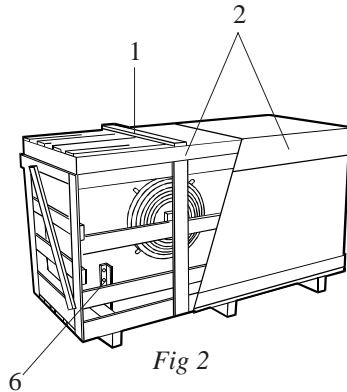
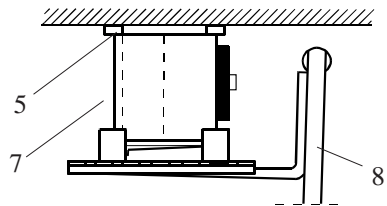

Fig 2
Fig 4
2. Klipp av spännbanden (1) och lyft av locket (2) på emballaget (Fig 2).
4. Lyft upp produkten på medlevererad pall med avsedd lyftanordning (Fig 4).
5. Skruva fast produkten i de fabriksmonterade konsolerna (5) (fig 4).
När produkten är emballerad i trälåda (Fig 4) (7) och försedd med stödben (fig 2) (6), så demonteras dessa, och plastpluggar som är medlevererade monteras i hålen.